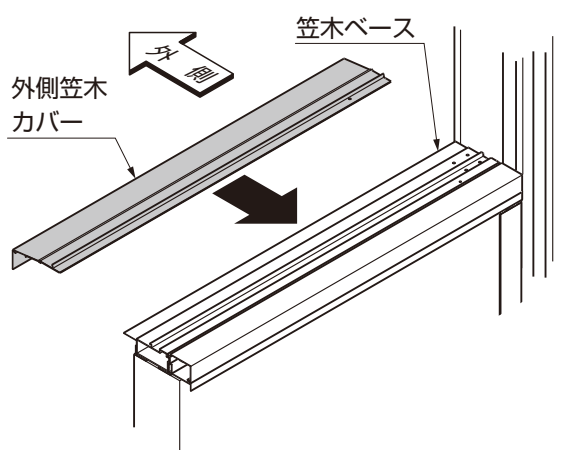
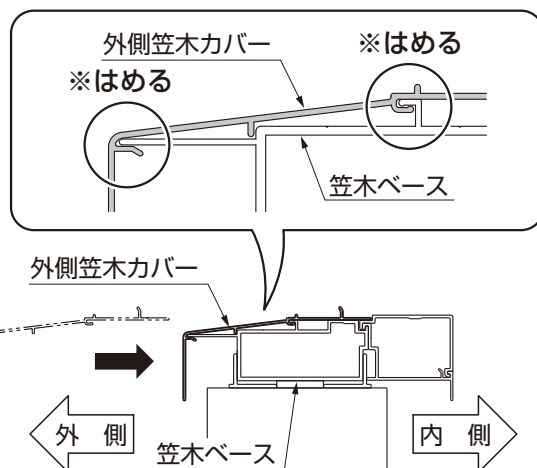

図12-15 内観図
図12-16
- ④外側笠木カバーを笠木ベースに引っ掛けてください。(図12-15、図12-16参照)